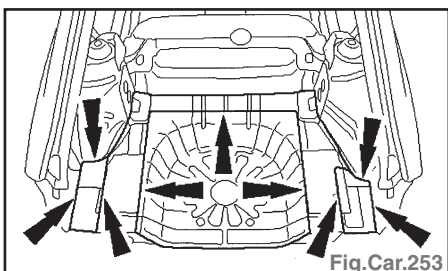

Fig.Car.253
- Panneau de plancher de coffre : • ligne de coupe préalable (Fig.Car.253).